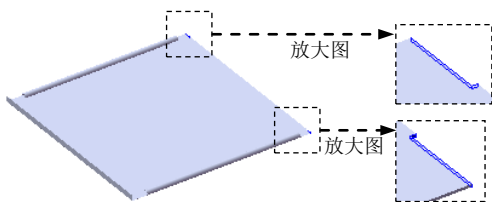
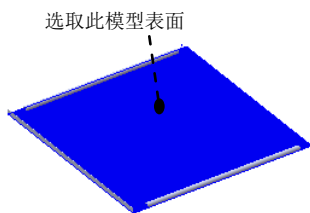
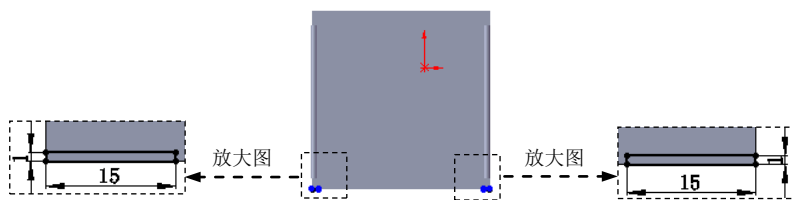

图 17.11.38 创建切除—拉伸 3
图 17.11.39 定义草图平面
图 17.11.40 横断面草图
Step9. 创建图 17.11.38 所示的切除—拉伸 3。选择下拉菜单 **插入(I)** → **切除(C)** → **拉伸(E)...** 命令；选取图 17.11.39 所示的模型表面作为草图平面，绘制图 17.11.40 所示的横断面草图；在 **方向1** 区域的  下拉列表中选择 **完全贯穿** 选项。单击  按钮，完成切除—拉伸 3 的创建。